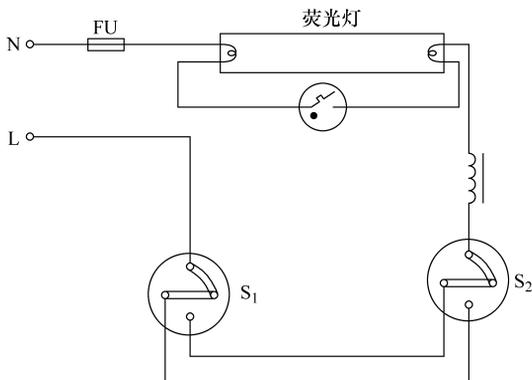

图 1-30
1. 识读两个双联开关控制一盏荧光灯电路（见图 1-30）。